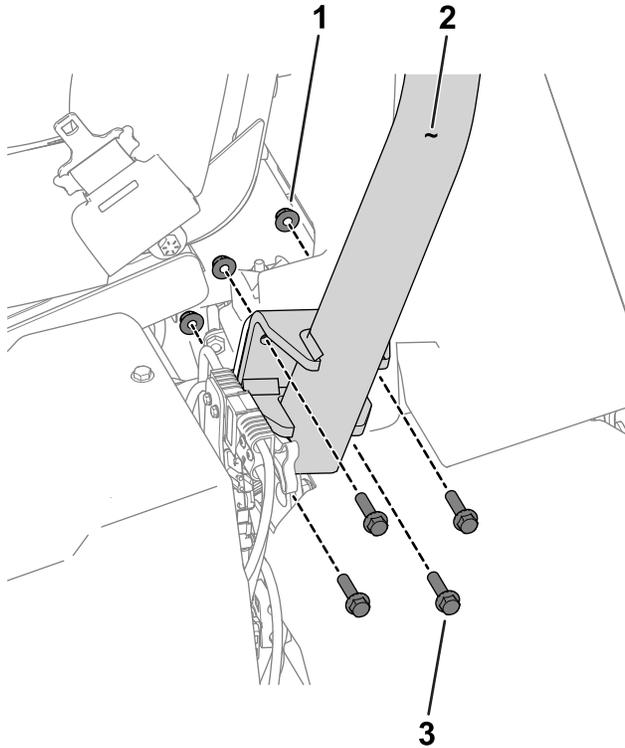

図 3
3. 機体の両側で、ROPS ブラケットに ROPS バーを取り付ける六角ヘッドボルト $\frac{3}{8}$ " x $1\frac{1}{2}$ " 8本、ナット $\frac{3}{8}$ " 8個を使用する 図 3。